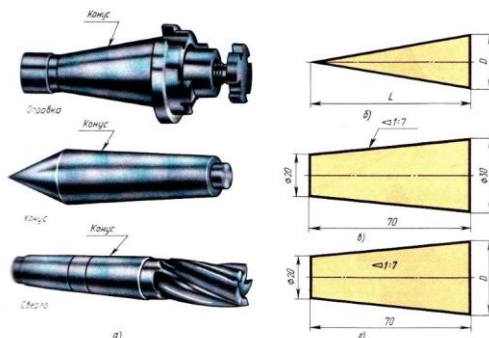

Рисунок 2 Виды конусности и ее обозначение
**Конусностью** - называется отношение диаметра основания конуса к его высоте. Рисунок 2 (б)